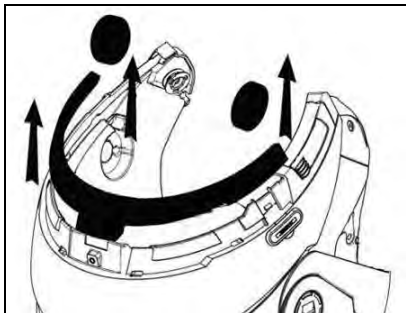

Bilde 4
- Fjern skruen i hjelmens pakningskant med den tilhørende nøkkelen (Bilde 4).
- Fjern fullstending pakningskanten som vist i Bilde 4, slik at også innerfôret fjernes.